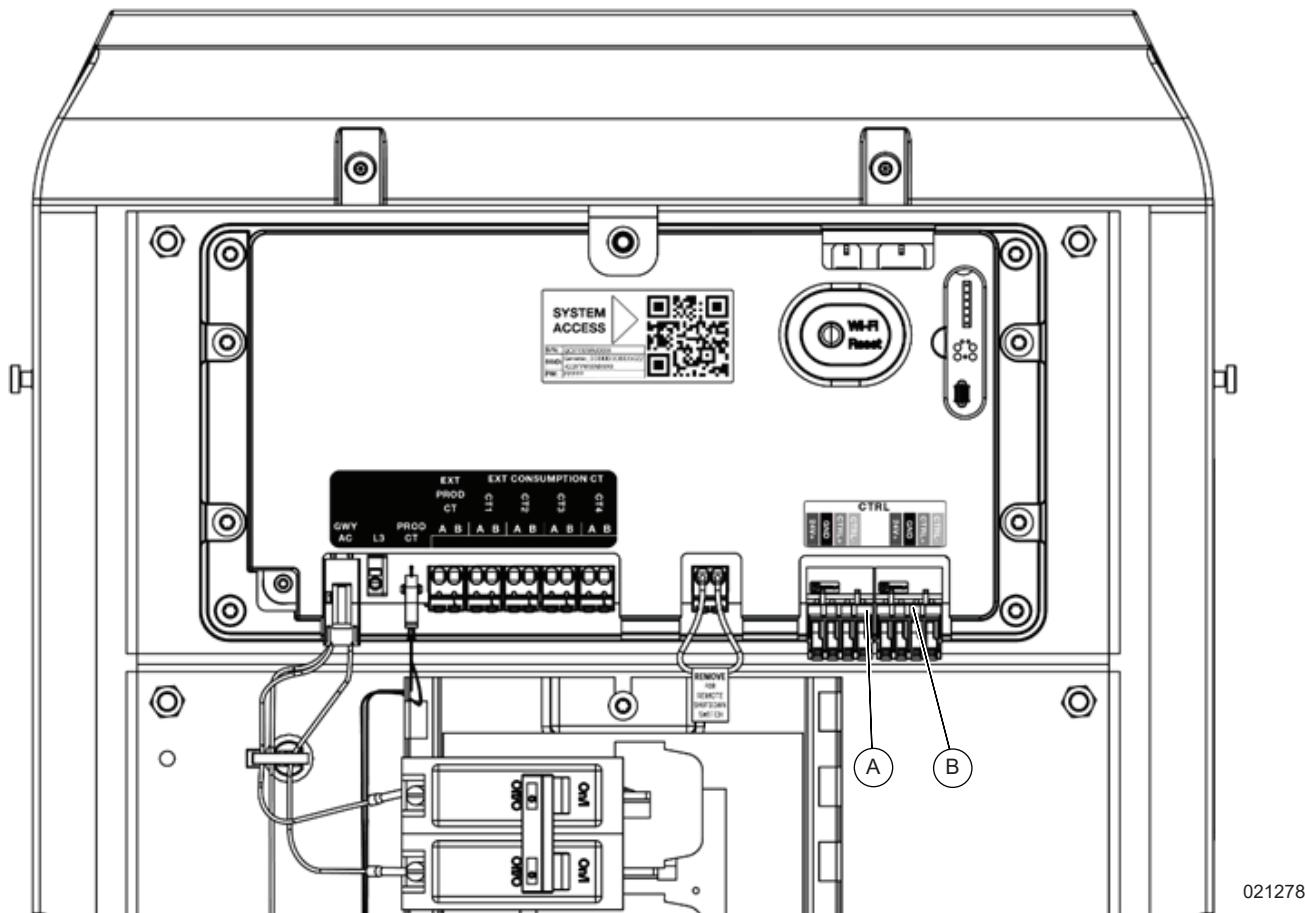

Figura 6-5. Conexión del cableado de control en los terminales del CTRL
4. Consulte la Figura 6-5. Conecte el rojo a 24 V, el negro a GND, el naranja a CTRL + y el azul a CTRL- desde el SDS a los terminales CTRL derechos (B) de la placa de control del Smart Combiner.